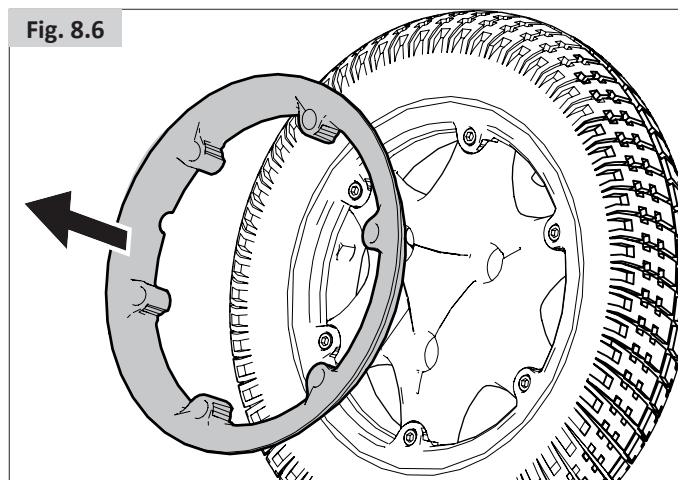

Fig. 8.6
- Enlevez la jante interne de la paroi du pneu (Fig. 8.6).